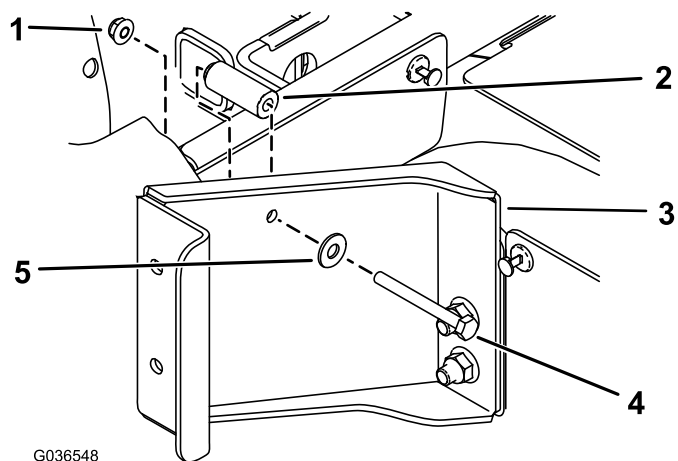

Figura 2
- C. Prenda o suporte por trás da base do banco traseiro utilizando um parafuso de cabeça hexagonal (1/4" x 2 1/2"), uma anilha plana (5/16"), um espaçador (9/32" x 5/8") e uma porca flangeada (1/4"), como se mostra na Figura 2.